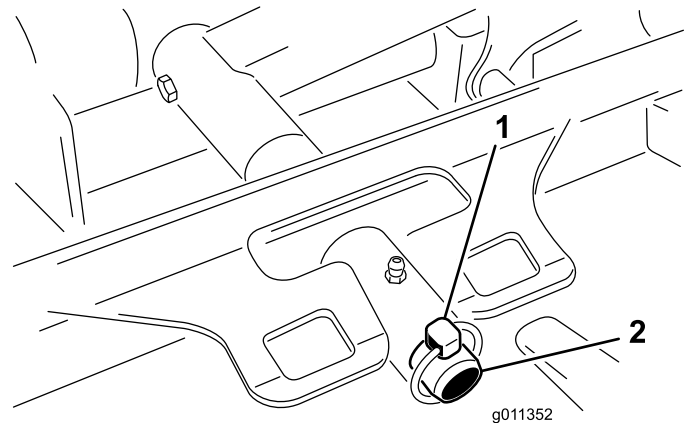

Bild 56
3. Entfernen Sie den Klappstecker oder die Befestigungsmutter (nur GM 4700), mit dem bzw. der der Mähwerkträgerrahmen am Gelenkstift des Hubgestänges befestigt ist (Bild 56).
3. Schieben Sie den Mähwerkträgerahmen auf den Lagerbolzen am Hubarm. Befestigen Sie es mit dem Klappstecker oder der Befestigungsmutter (nur GM 4700) (Bild 56).